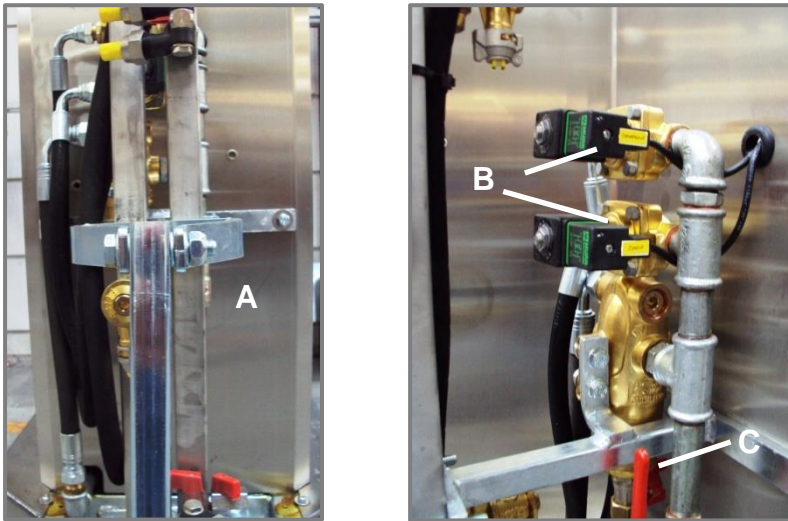

Рисунок 7.1 Электрические клапаны и подсоединения шлангов
- Снимите крышку из нержавеющей стали с передней стороны *METO* (см. рисунок 7.1)